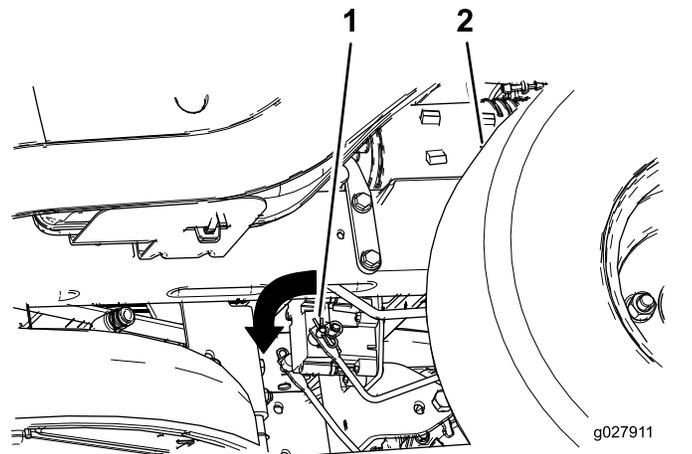

Bild 53
3. Finden Sie die Welle an der elektrischen Bremse, an der die Bremsgestängearme angeschlossen sind (**Bild 53**).